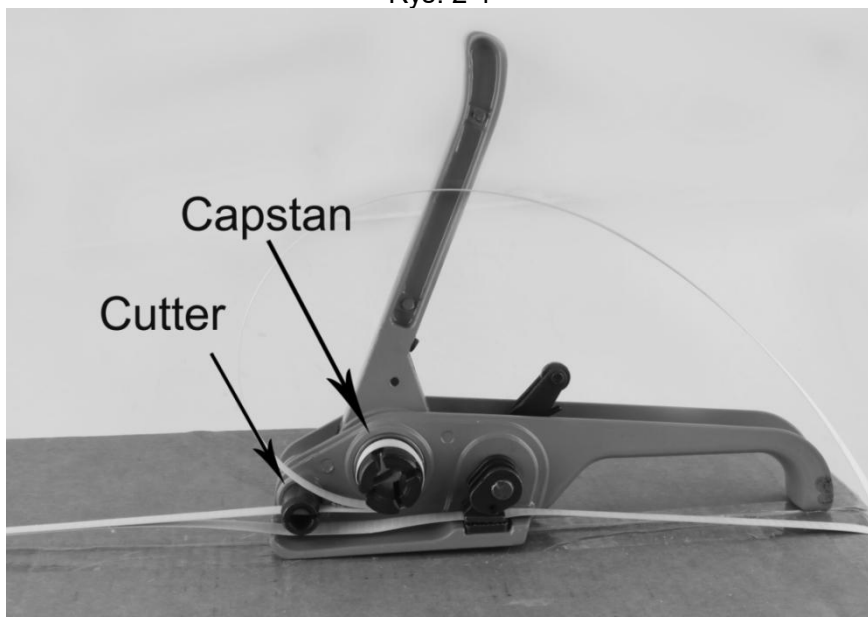

Rys. 1
1. Paskowanie napinacz patrz FIG. 1 , Naciśnij drążek napinający i zamocuj taśmę , $L \geq 3$ cale (8 cm).